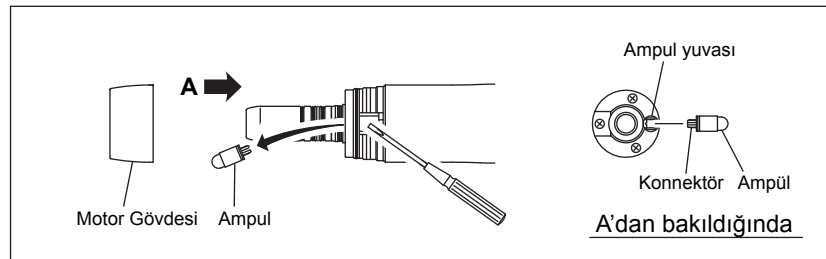

Fig. 7
(2) Ampul değişimi
- ① Motordan gövde kapağını sökünüz ve eski ampülü ince uçlu tornavida kullanarak Fig. 7 deki gibi sökünüz.
- ② Yeni ampülü yuvası ile hizalayarak güvenli bir şekilde itiniz. gövde kapağını motora tekrar takınız.